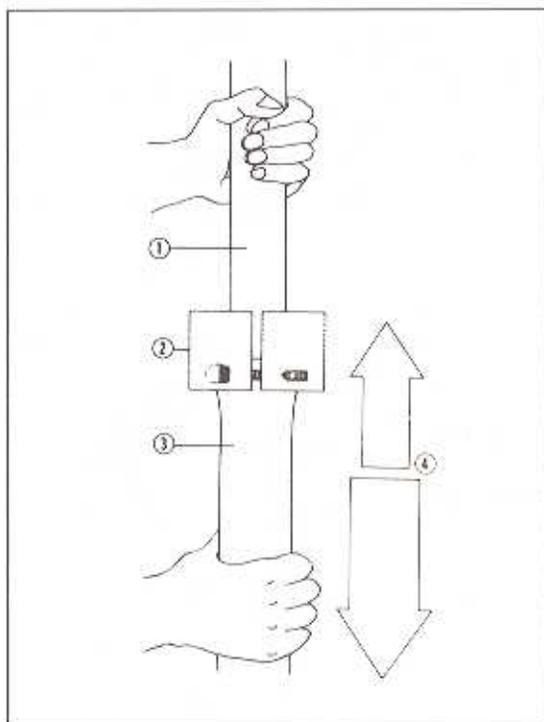

Bild 247
- Die beiden Gabelrohre auseinander ziehen (Bild 247).